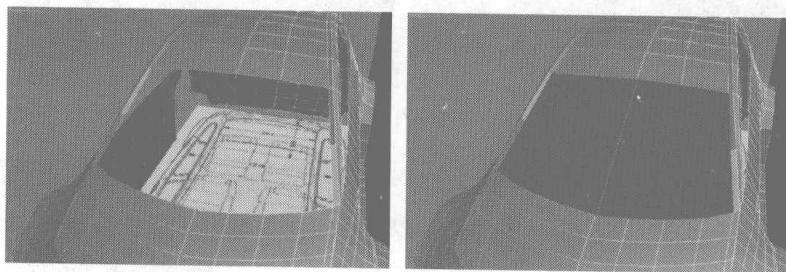

图 7.111
- 10 进入面物体层级，单击 Create 按钮，沿着每个节点依次移动，然后回到初始节点，添加出汽车挡风玻璃的面，如图 7.111 所示。